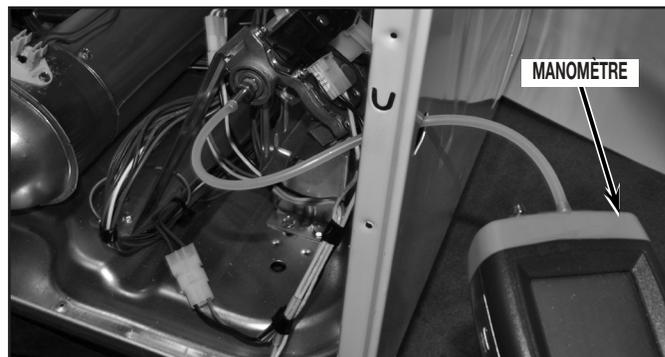

FIGURE 3
3. Connecter un tuyau étanche à l'air sur la prise de pression; acheminer le tuyau à travers l'orifice de passage dans le panneau latéral du côté droit; connecter l'autre extrémité du tuyau sur un manomètre (le tuyau étanche à l'air est connecté entre la prise de pression et le manomètre.) Voir Figure 3.